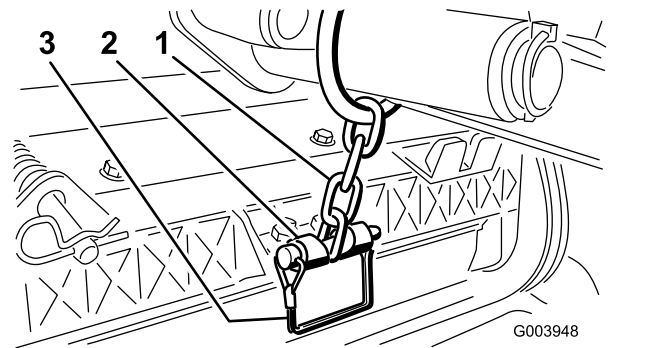

Figura 12
13. Prenda a corrente do braço de elevação ao suporte da corrente com o pino de encaixe (Figura 12).